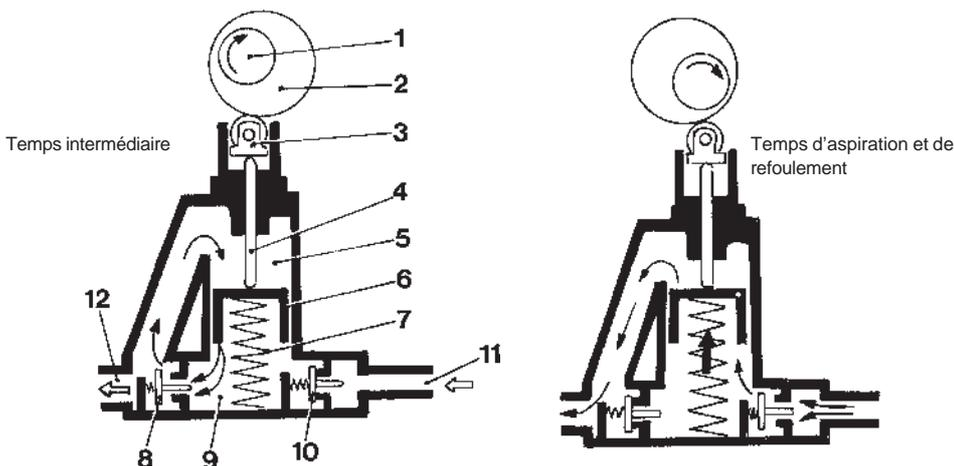

Fig. 122. Pompe d'alimentation
L'excentrique de l'arbre à came de la pompe enfonce le piston de la pompe d'alimentation par l'intermédiaire du galet-poussoir (3, figure 122) et de la tige (4). Une certaine quantité de carburant bien déterminée passe du côté aspiration au côté refoulement par une valve antiretour sur le côté refoulement et le ressort de piston se comprime (temps intermédiaire).